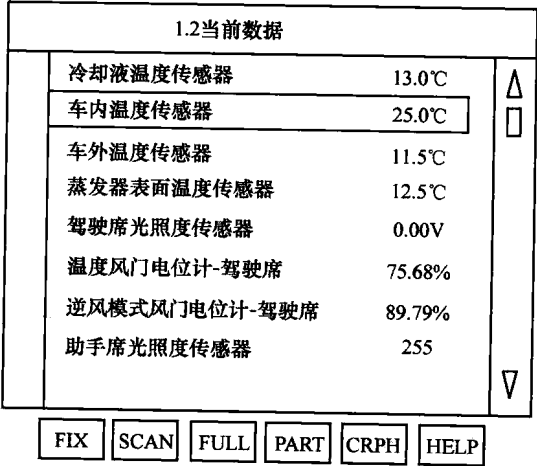

图 1-22 数据流
3) 数值分析。很多车型的空调自诊系统具有读取传感器实时数值的功能，若读取的数值与实际的车内温度不相同，则是车内温度传感器不良，详情请查阅各车型的数据流图，如图 1-22 所示。